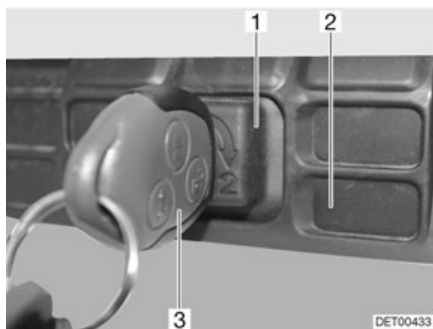

Fig. 27 Déverrouillage du capot moteur Fortero, Van
- Insérer la clé de contact (Fig. 27,3) dans le barillet (Fig. 27,1) au niveau de la grille de radiateur (Fig. 27,2).
- Ramener la clé de contact sur la position intermédiaire (Fig. 27) et la retirer.